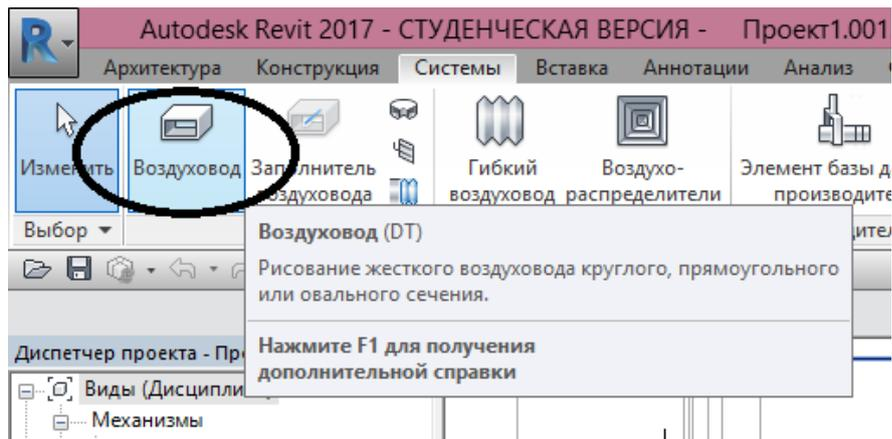

Рисунок 5.2 Создание воздуховода
1. Во вкладке «Системы» нажать «Воздуховод» (рисунок 5.2)